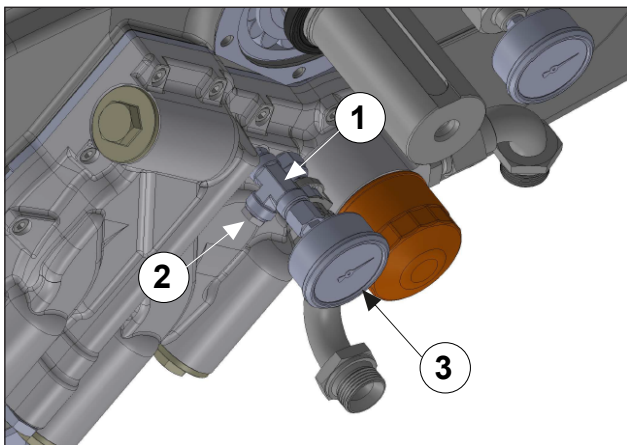

Fig. 134
Monter le capteur de température d'huile (rep. ①, Fig. 134).